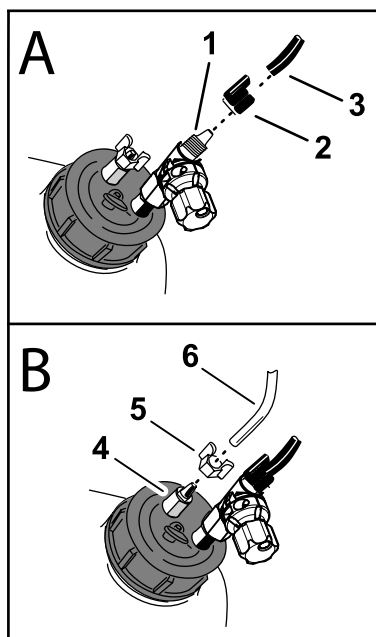

Figura 2
1. Montate il dado di compressione blu (Figura 2) che avete rimosso al passaggio 3 di Montaggio della valvola di comando della schiuma (pagina 4) sul tubo blu della tubazione di circuito chiuso compressore-serbatoio che avete tagliato al passaggio 2 Preparazione della tubazione (pagina 3).
2. Montate il tubo blu e il dado blu sul raccordo della valvola di regolazione montata sul tappo e serrate il dado di compressione manualmente (Figura 2).
4. Rimuovete il dado di compressione bianco dal raccordo sul tappo del serbatoio (Figura 2).
5. Montate il dado di compressione bianco sul tubo trasparente della tubazione di circuito chiuso compressore-serbatoio (Figura 2).